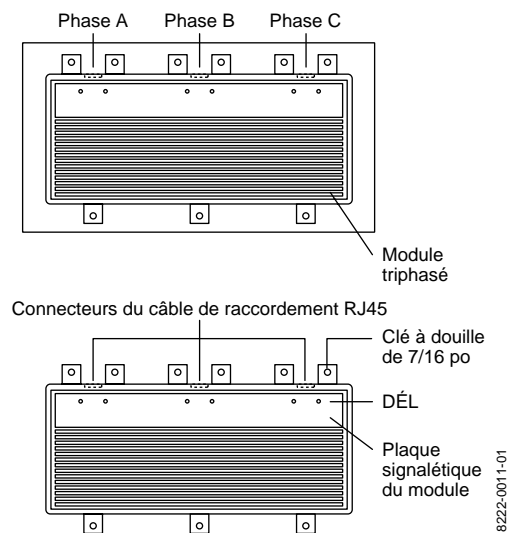

Figure 1 : Modules et dispositif SST, vue de dessus
1. Vérifier si le numéro de catalogue du module de rechange est correct. Le numéro de catalogue se trouve sur la plaque signalétique de chaque module existant et de rechange (voir la figure 1) et sur la plaque signalétique du dispositif SST. Utiliser le tableau 1 pour déterminer le bon numéro de catalogue de rechange en fonction de la tension du système SST IBA existant et du courant nominal crête de surtension.